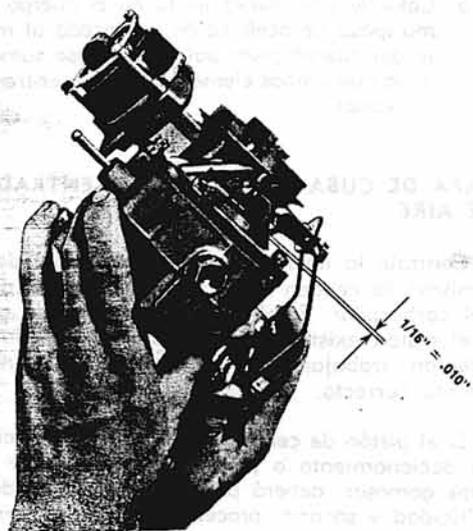

Fig. 15. - Tolerancia de la ventilación de la cuba del carburador.
4. Estando correctamente ajustada la varilla de accionamiento del balancín, en el orificio de recorrido NORMAL, deberá existir una tolerancia, entre la parte superior de la tapa principal o de cuba y el platillo de ventilación de cuba, con un valor ( $1/16 \pm .010''$ ) 1,58 mm  $\pm$  0,25 mm. (Ver Fig. 15).